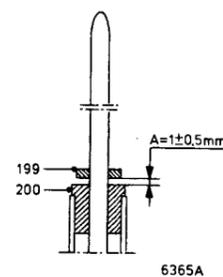

Fig. 49
o. Höheneinstellung des Ringes Pos. 199 (Abb. 49)